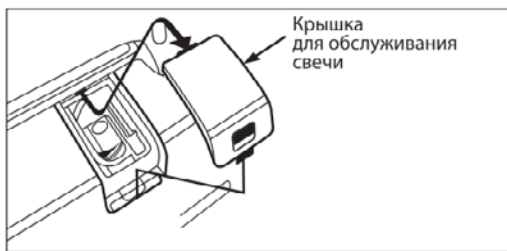

Рис. 4
1. Откройте крышку для обслуживания свечи (рис. 4).